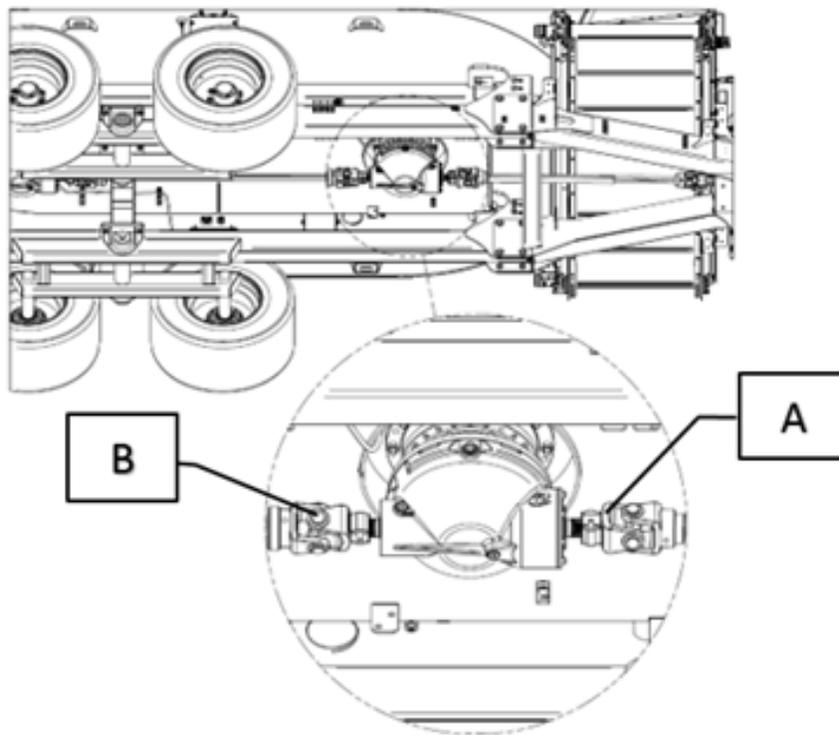

Figure 42 — Emplacement des limiteurs de couple à boulon de cisaillement sur les SMARTMIX à deux vis
Les SMARTMIX à deux vis possèdent deux sécurités par limiteur à boulon. Le premier limiteur est situé sur la transmission secondaire et permet de protéger les deux planétaires d'entraînement des vis de mélange (repère A, Figure 42). Le deuxième limiteur est situé après le premier boîtier d'entraînement de la vis arrière (repère B, Figure 42).
En cas de rupture du boulon de cisaillement de la vis avant (repère A, Figure 42) :
2. Retirez le morceau de boulon du limiteur (repère A, Figure 42).
En cas de rupture du boulon de cisaillement de la vis arrière (repère B, Figure 42) :
2. Retirez le morceau de boulon du limiteur (repère B, Figure 42).